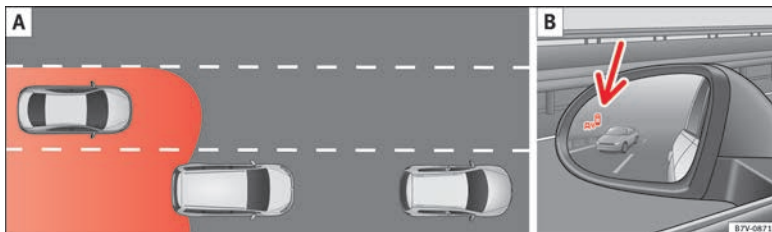
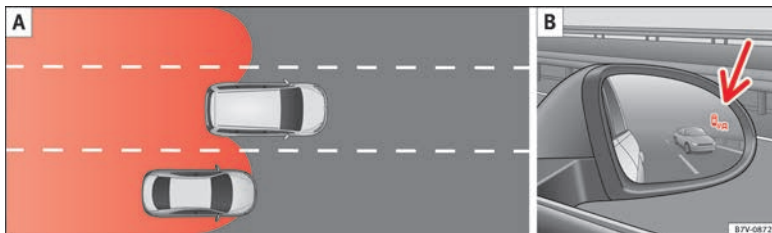

Fig. 222 Schematisk visning: **A** Overhaling med trafik i det bageste område. **B** Indikator for Blind Spot-assistenten i venstre sidespejl
Fig. 223 Schematisk visning: **A** Overhaling og efterfølgende skift til højre vognbane. **B** Indikator for Blind Spot-assistenten i højre sidespejl
I de følgende situationer aktiveres indikatoren i sidespejlet »» **Fig. 222 B** (pil) eller »» **Fig. 223 B** (pil):
- Når du overhales af en anden bil »» **Fig. 222 A**.
- Når du overhaler en anden bil »» **Fig. 223 A** med en hastighedsdifference på ca. 10 km/h (6 mph) Hvis overhalingen foretages væsent-